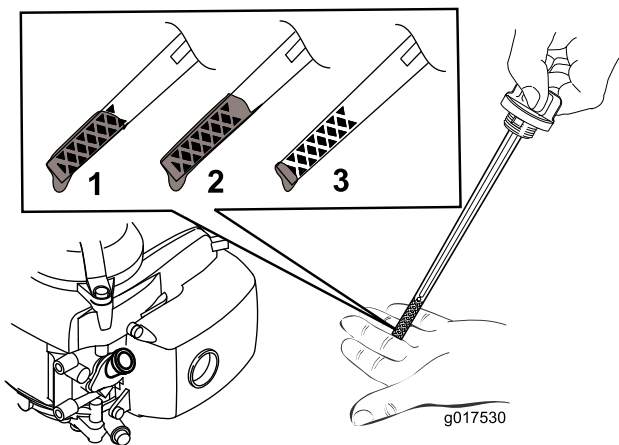

Figura 10
5. Para determinar el nivel de aceite correcto, consulte Figura 10.
Nota: Llene el cárter con aceite hasta que la varilla indique que el nivel del aceite del motor es correcto, según se muestra en Figura 10. Si usted llena demasiado el motor, vacíe el exceso de aceite siguiendo las instrucciones de la sección **Cómo cambiar el aceite del motor**.